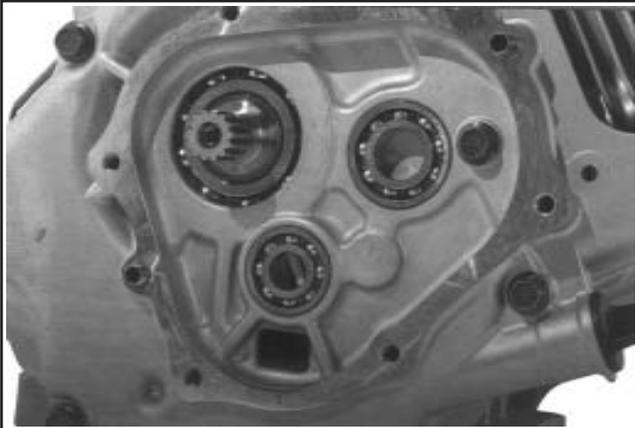

Figure 9-74. Retirer les broches de guidage et le joint.
- Retirer les broches de guidage et le joint. Nettoyer les surfaces de joint avec un produit de nettoyage ou aérosol de nettoyage de restes de joint. **Ne pas égratigner ou rayer les surfaces de contact.** Voir la figure 9-74.